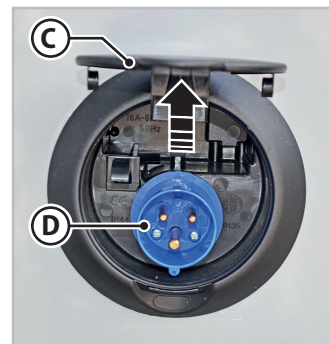

Fig. 6.33 - Tomada para alimentação elétrica de 220 V
2. Levantar a tampa (C - Fig.6.33) da tomada (D - Fig.6.33) situada na lateral do veículo.
3. Ligar um cabo externo de secção adequada e do tipo homologado à tomada (D - Fig.6.33).